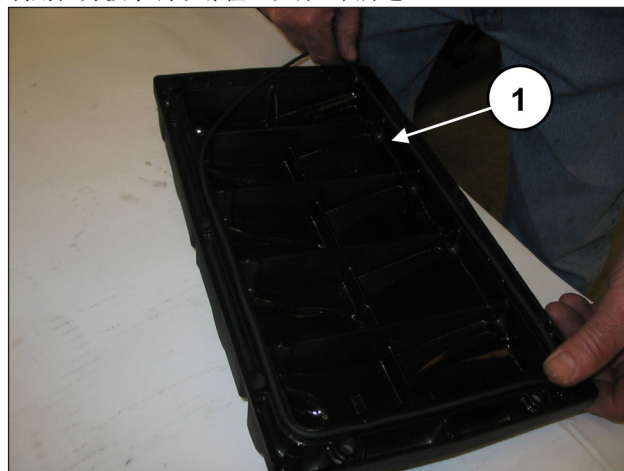
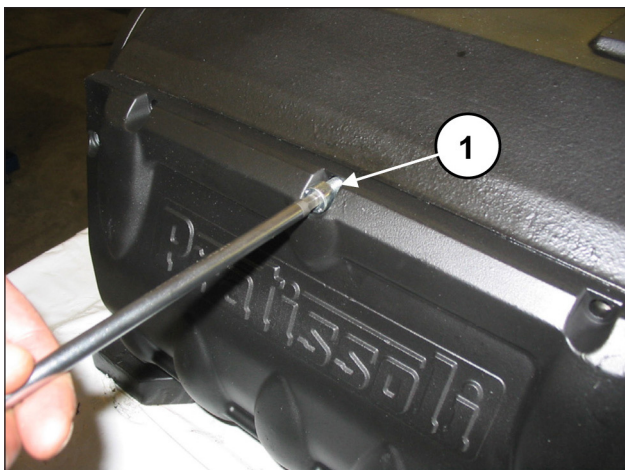

图 84
图 85
将0形圈插入后盖（①，图 84）并通过10个M8x18螺丝固定到曲轴箱（①，图 85）。利用扭力扳手调节螺栓，如第3章所述。